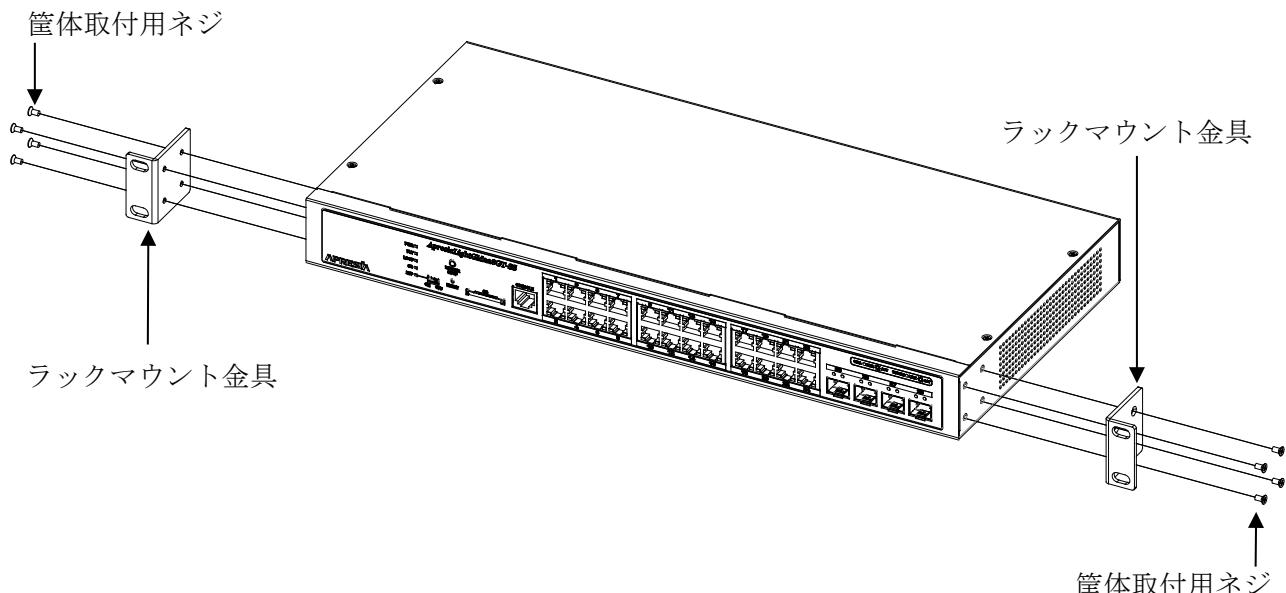

図 3-4 ラックマウント金具の取り付け方法
- (1) 筐体取付用ネジを用いてラックマウント金具を本体に取り付けます。金具の向きは図 3-4 を参照ください。
- (2) ラック取付用ネジを用いてラックマウント金具をラックに固定してください。